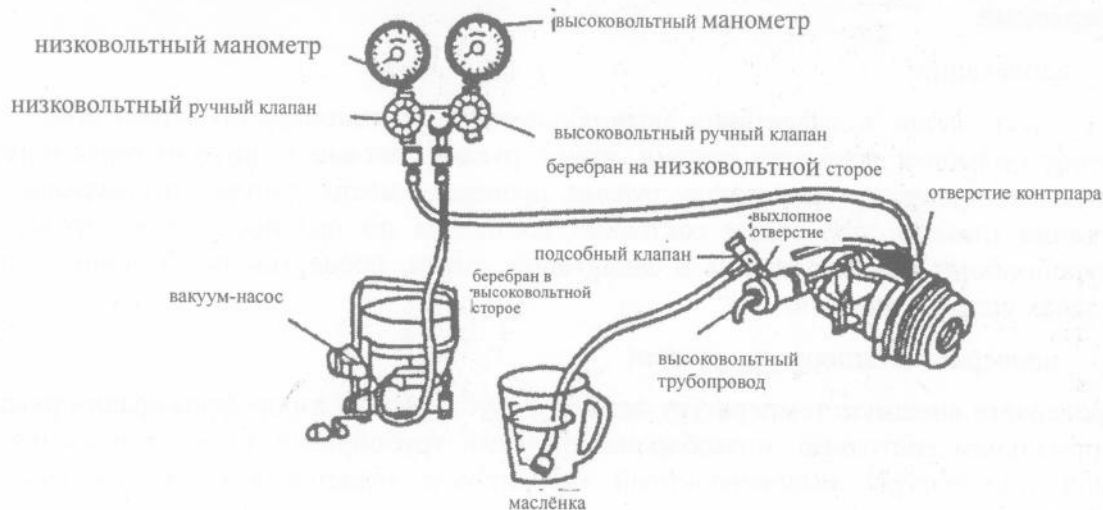

рис. 6
- ① выгрузите тавотицу 1, вливаете определённое холодное смазочное масло.
- ② через окно тавотицы наблюдаете, вращиваете переднюю подножку сцепления, поставите поршневой шток в середине окна тавотицы.
③ вводите маслоуказатель 3 в правой стороне поршневого штока, вплоть до того, что головка маслоуказатель столкнется на корпус компрессора.
④ вынимаете маслоуказатель и проверяете цена (овраг) холодного смазочного масла, должно быть между 4-6.
(2) вакуумная сосания (см.рис. 6)